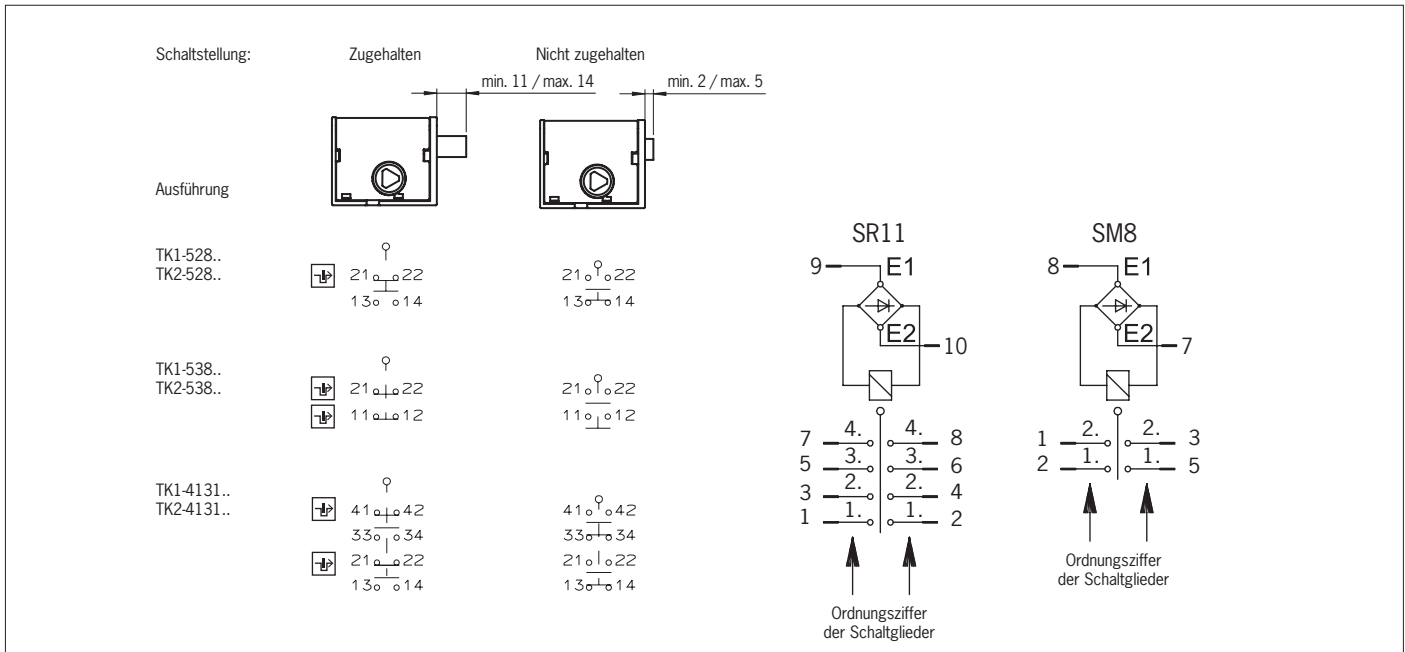

Bild 2: Schaltelemente und Schaltfunktionen
3. Anschließen und Klemmen mit 0,5 Nm anziehen (Kontaktbelegung siehe Bild 2).